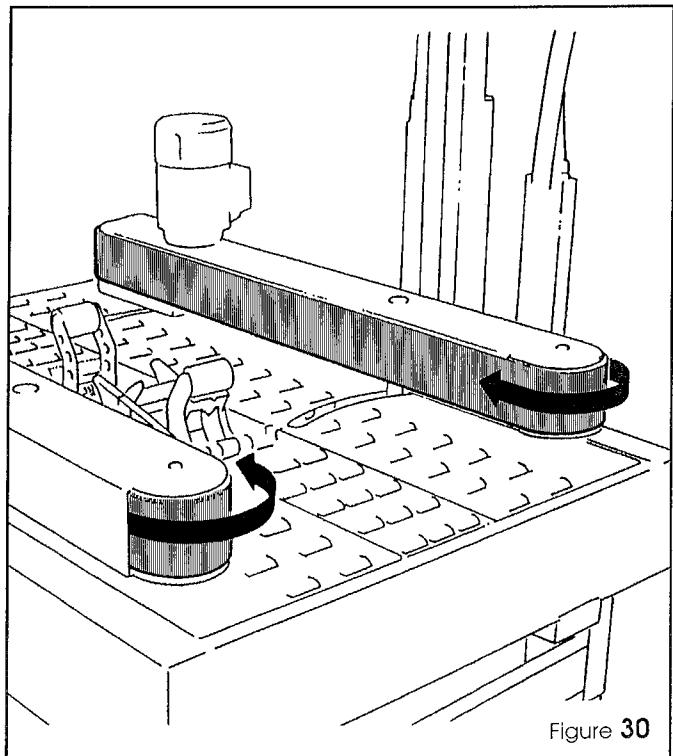

Figure 30
- Vérifier le sens de rotation des courroies de transmission latérales (voir Figure 30).
- controleer in welke richting de transportbanden draaien (Figure 30).